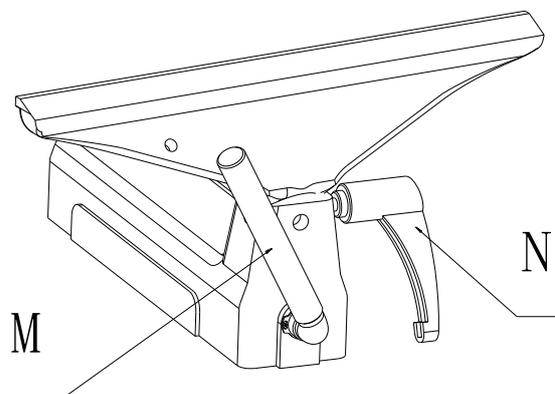

Рис.6
11. Ручка замка корпуса упора инструмента: (М, Рис. 6) Фиксирует корпус опоры инструмента в нужном положении. Разблокируйте ручку, чтобы расположить опору инструмента в любом месте вдоль станины токарного станка. Затяните ручку, когда она правильно расположена.
12. Ручка замка упора инструмента: (N, Рис. 6) Фиксирует опору инструмента в нужном положении. Разблокируйте ручку, чтобы расположить опору инструмента под определенным углом или на определенной высоте. Затяните ручку, когда она правильно расположена.